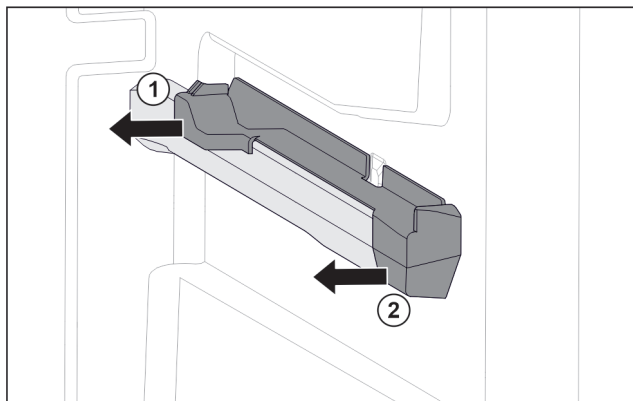

Fig. 83 Nasazovací díl na pravém žebrování na nádoby
- Stáhněte nasazovací díl vzadu na stranu. *Fig. 83 (1)*
- Stáhněte nasazovací díl vpředu na stranu. *Fig. 83 (2)*